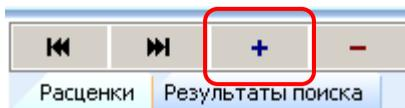

Рис. 6.17 Кнопка «Добавить запись».
- ❑ На панели **Расценки** нажать на кнопку «Добавить запись» (Рис. 6.17).